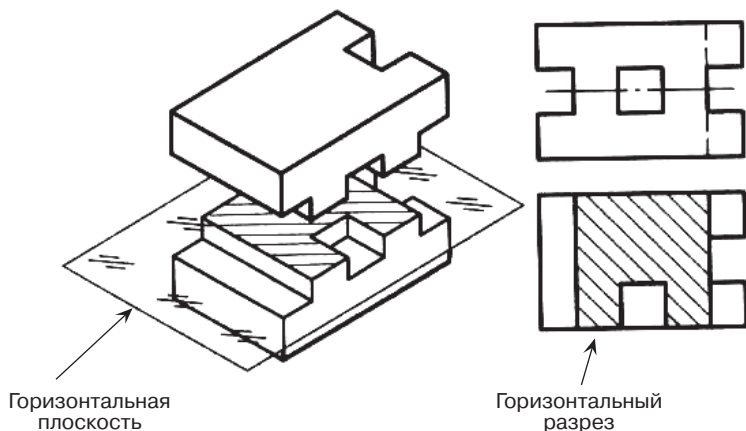

Рис. 321. Получение горизонтального разреза
2. **горизонтальным** – если секущая плоскость параллельна горизонтальной плоскости проекции и размещается на месте вида сверху (рис. 321).